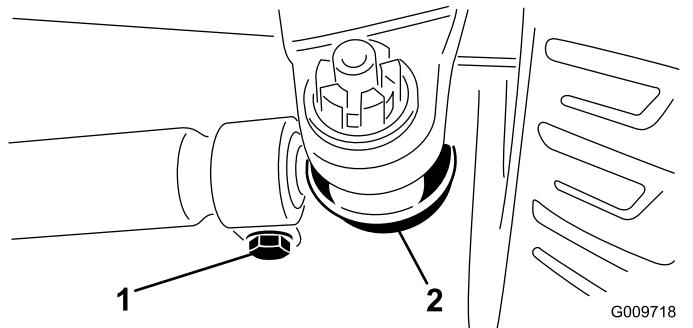

Figura 96
- 2. Per regolare la convergenza, togliete la coppiglia e il dado da uno dei giunti a sfera del tirante (Figura 96).
- 4. Allentate i fermi su entrambe le estremità dei tiranti (Figura 96).